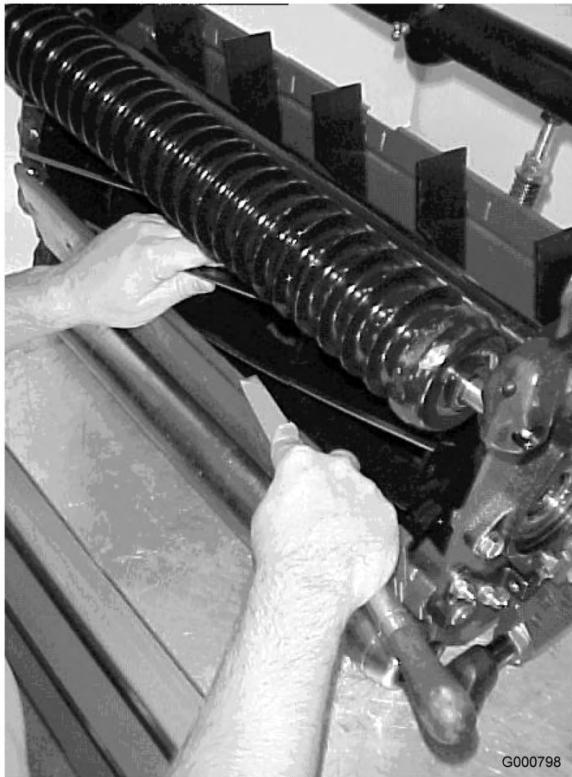

図 86
11. バックラップが終わると、ベッドナイフの前端にバリができる。刃先を削らないように注意しながら、このバリをヤスリで落とす(図86)。